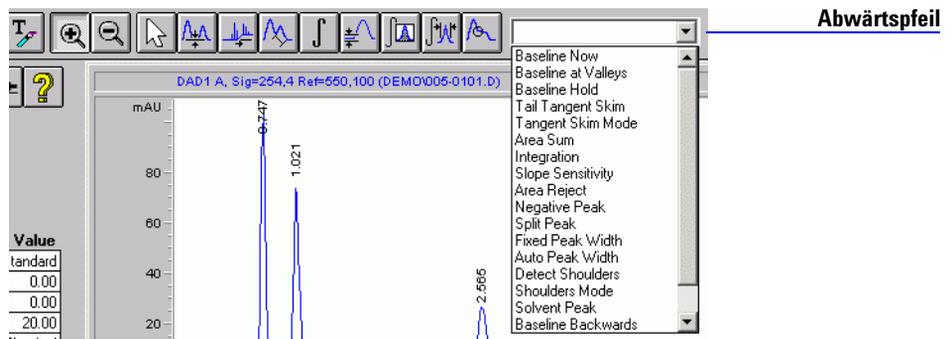

Abbildung 6 Anzeige der Liste der Integrationsereignisse
- 1 Klicken Sie in der Symbolleiste auf den Abwärtspfeil zur Anzeige der Liste der Integrationsereignisse (siehe Abbildung 6).